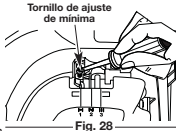

Fig. 28
2. Suelte el gatillo del regulador y deje que el motor funcione en mínima. Si el motor se para, inserte un destornillador Phillips pequeño en el orificio de la cubierta del motor (Fig. 28). Gire el tornillo de mínima hacia adentro, en sentido horario, de a 1/8 de vuelta por vez (según sea necesario) hasta que el motor funcione en mínima suavemente.